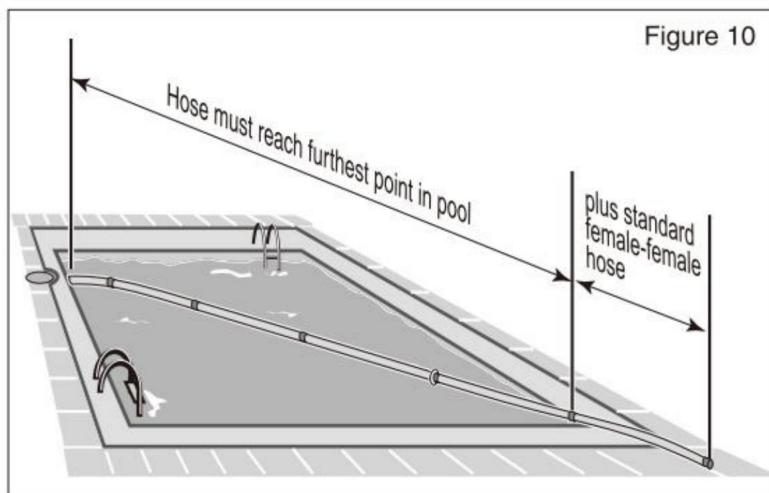

Figure 10
2. Der Schlauch sollte lang genug sein, um bis zum Ende des Pools zu reichen, plus ein Schlauch Abschnitt vor dem Standard-Innengewinde-Innengewinde-Schlauch, siehe Abbildung 10.